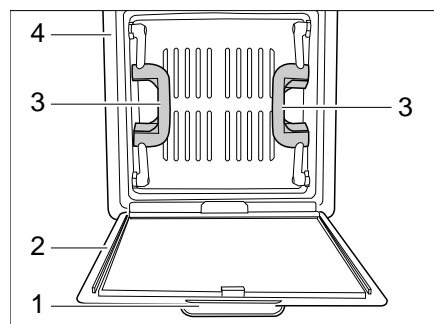

Bild 46 Dachhaube mit Schnappverschluss (Variante 2)
Öffnen: ■ Den Insektenschutz (Bild 46,2) am Griff (Bild 46,1) nach unten ziehen. Der Insektenschutz klappt nach unten.
■ Die Dachhaube an beiden Griffen (Bild 46,3) nach oben drücken.
■ Den Insektenschutz nach oben klappen und am Rahmen (Bild 46,4) einrasten.
Schließen: ■ Den Insektenschutz (Bild 46,2) am Griff (Bild 46,1) nach unten ziehen. Der Insektenschutz klappt nach unten.
■ Die Dachhaube an beiden Griffen (Bild 46,3) kräftig nach unten ziehen.